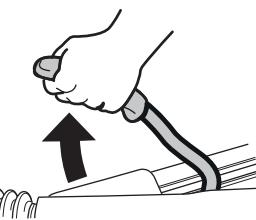

Fig. 8
- Inserire il freno a mano e/o bloccare gli pneumatici con cunei (Fig. 8).